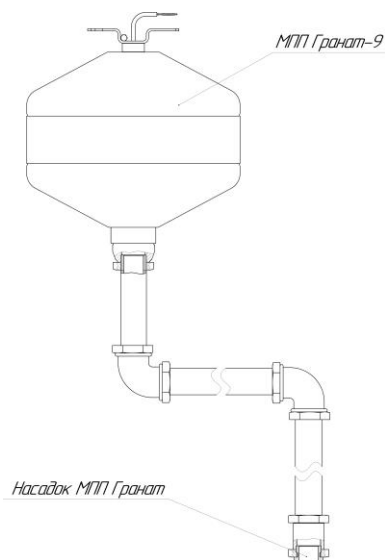

Рисунок 7 – Пример монтажной схемы направляющего трубопровода.
6.10 Монтаж направляющего трубопровода – в соответствии с проектной документацией для защищаемого объекта (рис.7). Допускается использование жесткого и/или гибкого трубопровода Ду = 20 мм. Присоединительные резьбы модуля и насадка-распылителя G 1.